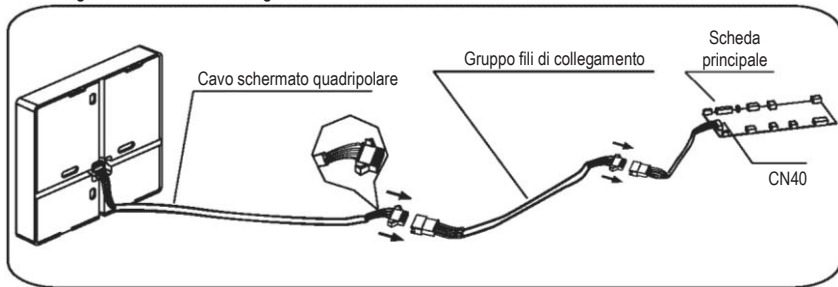

Fig. 3-3
- Collegare il raccordo femmina del gruppo di fili dalla scheda principale al raccordo maschio del gruppo di fili di collegamento. (Vedere Fig. 3-3)
- Collegare l'altro lato del gruppo dei fili di collegamento al raccordo maschio del gruppo fili dal termostato. (Vedere Fig. 3-3)